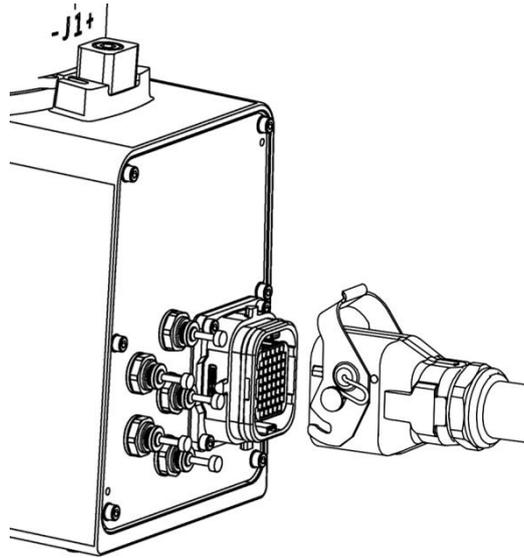

图 5-6 操作机重载线连接接口
- 步骤1.** 连接操作机，将重载线一端插头插进操作机重载线接口（见图 5-6），并扣紧锁扣。